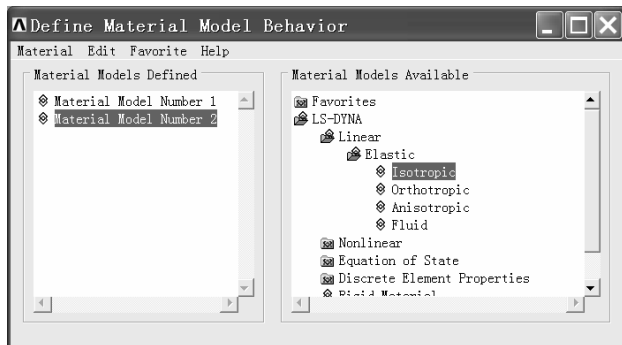
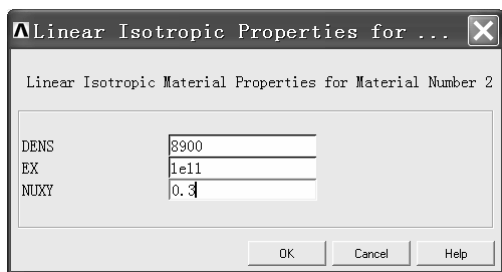

图 3-60 “Define Material Model Behavior” 窗口
图 3-61 “Linear Isotropic Properties for ...”窗口
(13) 用鼠标左键单击选中“Define Material Model Behavior”窗口左边框内的“Material Model Number 2”（见图 3-60），用鼠标左键单击右边方框中的“LS-DYNA”，再继续单击“Linear”→“Elastic”→“Isotropic”，弹出“Linear Isotropic Properties for ...”窗口（见图 3-61）。